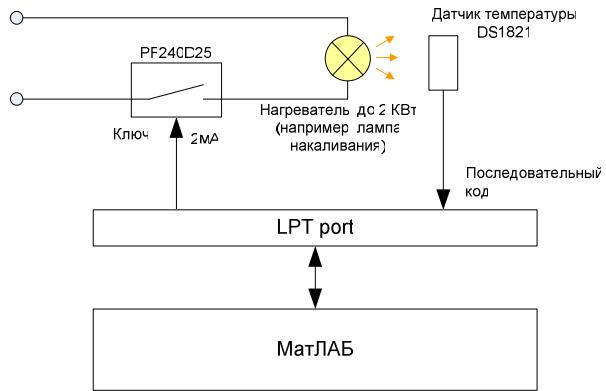

Рис. 6. Структурная схема системы терmostатирования.
- Используя электрическую схему (Рис. 6) подключаем светодиоды к контактам 1, 2, ..., 9 интерфейсного модуля. Номера контактов интерфейсного модуля совпадают с номерами контактов LPT порта.